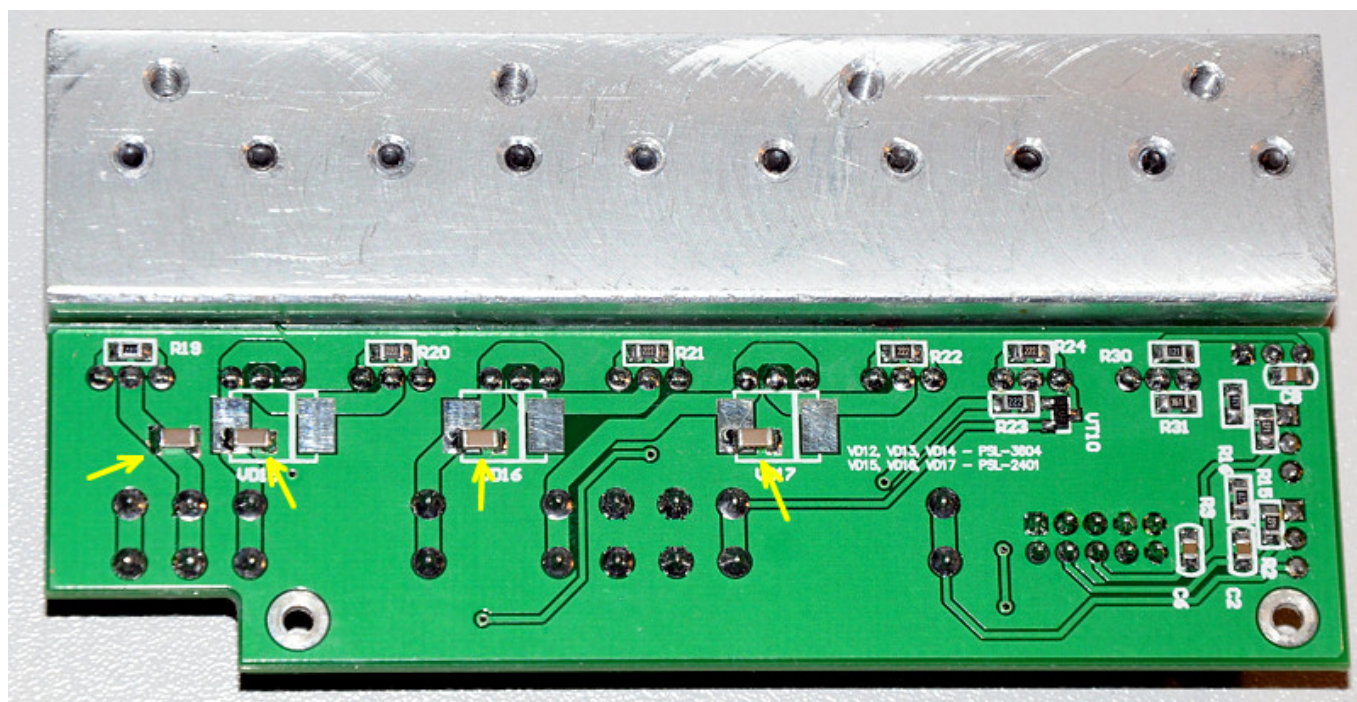

Рис. 8.
13. При некоторых условиях на выходе БП наблюдается генерация малого уровня (десятки мВ). Для ее устранения нужно на плату выходного каскада добавить емкости 0.1 мкФ 100 В (размер 1206) с уровней питания V1, V2, V3, V4 на землю (рис. 8).